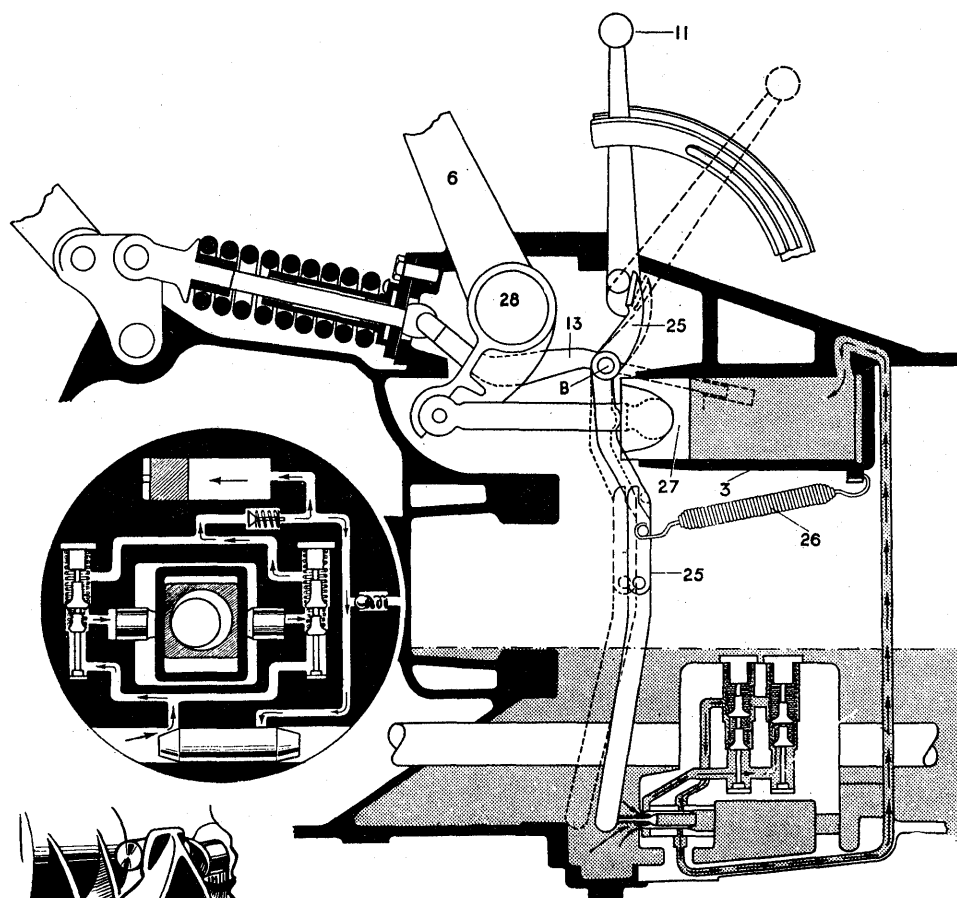
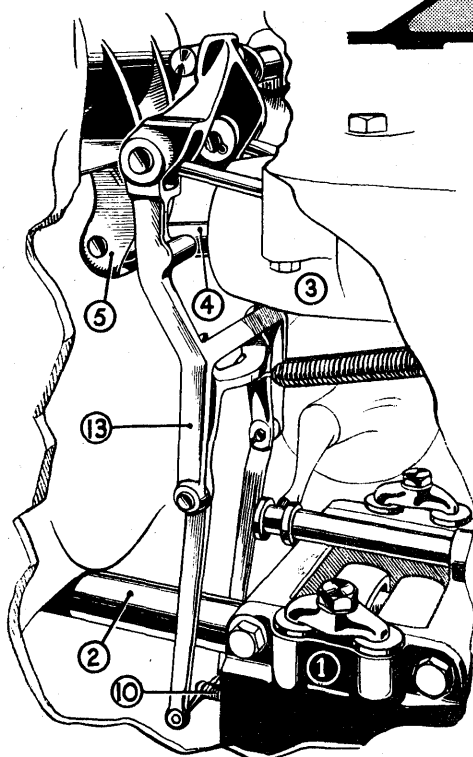

Fig. 38. Schematisk fremstilling af systemets virkemåde.
Fig. 39. Reguleringsorganet for pumpe.
Systemet består af en firecylindret pumpe, monteret i transmissionshuset mellem gearkasse og differentiale og drevet af kraftudtagsakslen, som kan kobles til og fra gearkassens mellemaksel ved et håndtag på venstre inspektionsdæksel – se fig. 41. Pumpen (1 i fig. 39) pumper olie til arbejdscynderen (3), hvis stempel trykker plejlstangen (4) mod armen (5), der via et stangsystem løfter redskabet. Omvendt kan man lukke olie ud af arbejdscynderen og dermed sænke redskabet. Oliestrømmen til og fra arbejdscynderen reguleres af en kontrolventil (10) anbragt i bunden af pumpehuset og bevæget af gaflen (13), som påvirkes ved det manuelt betjente håndtag (11 i fig. 38) eller automatisk fra redskabet via kontrollfjederen (14). Til venstre i fig. 38 ses en skitse visende systemets virkemåde.